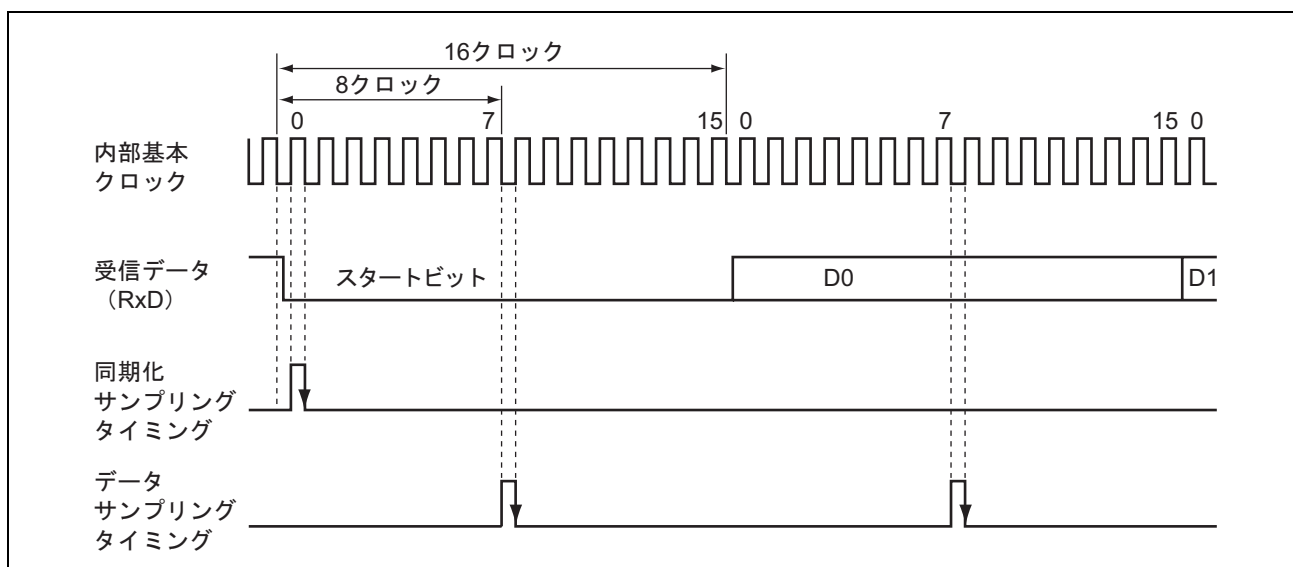

図 14.3 調歩同期式モードの受信データサンプリングタイミング
調歩同期式モードでは、SCI はビットレートの 16 倍の周波数の基本クロックで動作します。受信時はスタートビットの立ち下がり基本クロックでサンプリングして内部を同期化します。また、図 14.3 に示すように受信データを基本クロックの 8 ヶ目の立ち上がりエッジでサンプリングすることで、各ビットの中央でデータを取り込みます。したがって、調歩同期式モードでの受信マージンは式 (1) のように表わすことができます。